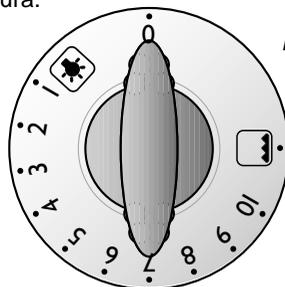

Fig. 5.1a
Sulla ghiera della manopola o sul pannello comandi (Fig. 5.1a, 5.1b), oltre alla posizione "0" (spento), sono riportati numeri da 1 a 10 che indicano in modo crescente il valore della temperatura del forno (vedere tabella). Per regolare la temperatura desiderata, posizionare la manopola sul numero corrispondente.
- Posizione "0" = forno spento (posizione manopola come da Fig. 5.1a, 5.1b)